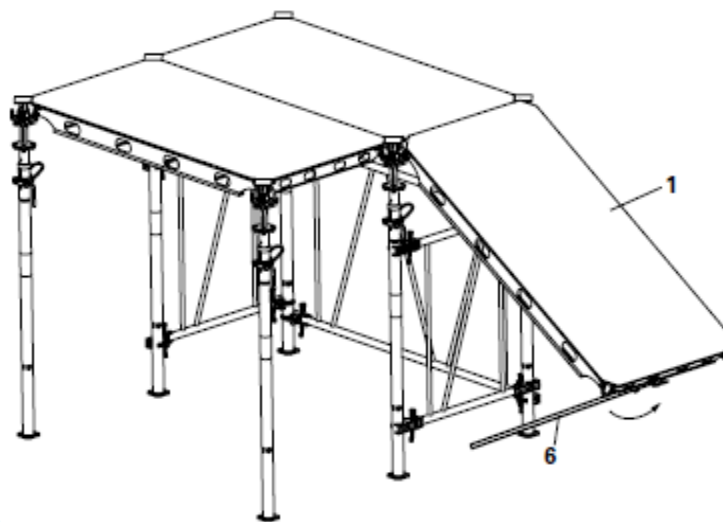

Fig. A4.08
1. Pendurar o próximo painel (1) nos prumos como na direcção mais curta.
2. Utilizar o auxiliar de cofragem (6), levantar o painel (1) apoiando-o temporariamente até que os próximos dois prumos sejam instalados. (Fig. A4.08)